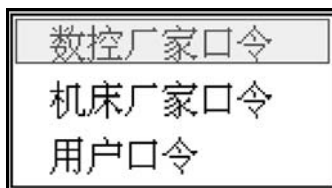

图 9.2.1 选择要修改的权限口令
- (1) 输入权限口令（参见 9.1 节）；
- (2) 在参数功能子菜单下按 **F2**，弹出如图 9.2.1 所示菜单；